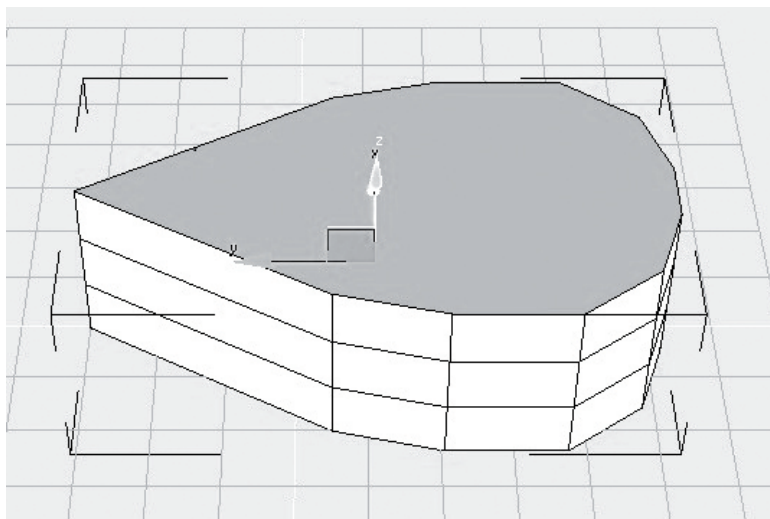

Рис. 14. Применение модификатора Extrude
2. К сплайну применяем модификатор Extrude (выдавить) сегмента по высоте нужно установить значения 3, высота — 30, в дальнейшем не раз вернемся к его применению. Результат представлен на рис. 14.